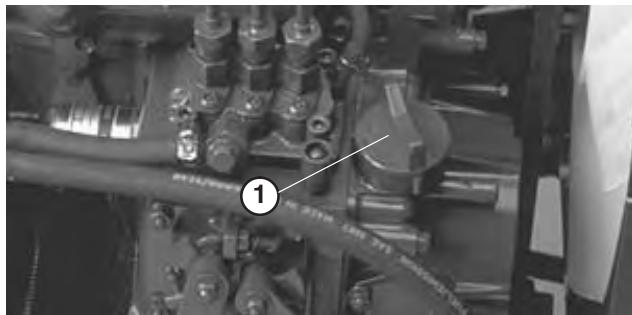

Figure 26
- Si le niveau est bas, retirez le bouchon de remplissage (Fig. 26) et versez progressivement de petites quantités d'huile, en vérifiant fréquemment le niveau, jusqu'à ce que l'huile atteigne le repère du plein (FULL) sur la jauge.